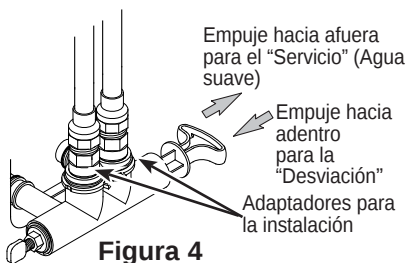
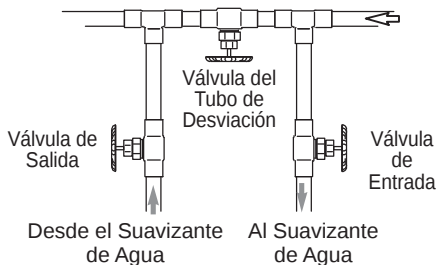
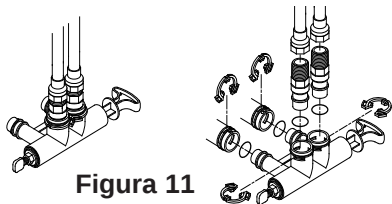

Figura 4
Figura 5
Figura 11
Siempre instale una válvula de desviación simple (provista), como se muestra en la Figura 4, o, si lo desea, puede adquirir y ensamblar piezas para un sistema de desviación de 3 válvulas (no incluido), como se muestra en la Figura 5. Las válvulas de desviación le permiten cerrar el agua en el suavizante para el mantenimiento si es necesario, pero aún tener agua en las tuberías de la casa. Los accesorios para tubería deberán ser como mínimo de 1/2". Uso:
Si instala un sistema de desviación de 3 válvulas (Figura 5), la continuidad eléctrica se podrá mantener. Si instala la válvula de desviación no metálica (Figura 11), consulte la sección de Instalación del Cable a Tierra antes de cortar la tubería.
- Válvula de desviación simple (Figura 4): Lentamente mueva el vástago de la válvula hacia "servicio", haciendo varias pausas para permitir que el suavizante de agua se llene de agua.
- Desviación de 3 válvulas (Figura 5): Cierre totalmente la válvula de desviación y abra la válvula de salida.